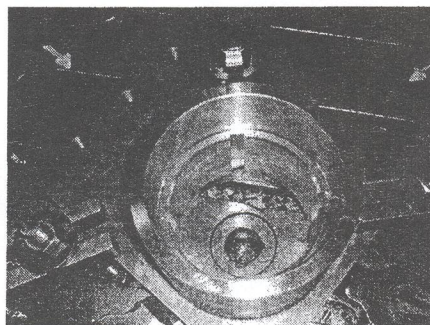

Figure 1 : Usinage par mortaisage
Le système mécanique représenté, sur le document (2/4), **échelle 1 :1**, par son dessin d'ensemble représente un appareil à mortaiser. Ce dispositif permet de réaliser des rainures de clavettes sur des pièces cylindriques alésées (voir figure 1). L'arbre d'entrée (13), lié à la manivelle (7), entraîne la vis et la noix (17) en rotation. Par l'intermédiaire de la bielle (19) la rotation est transformée en translation alternative verticale du porte outil coulissant (26). Le guidage en translation du porte outil est obtenu par une rainure en T formée par le guide (30) et le corps (2).